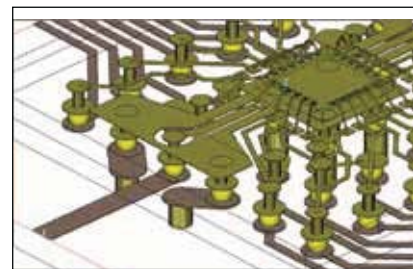

图 7. 集成电路/封装/板级互连线
- 集成电路/封装/电路板/模块中的互连线：Analyst 可以对集成电路及芯片/封装/电路板和模块 (图 7) 等包含键合线、凸起和球栅